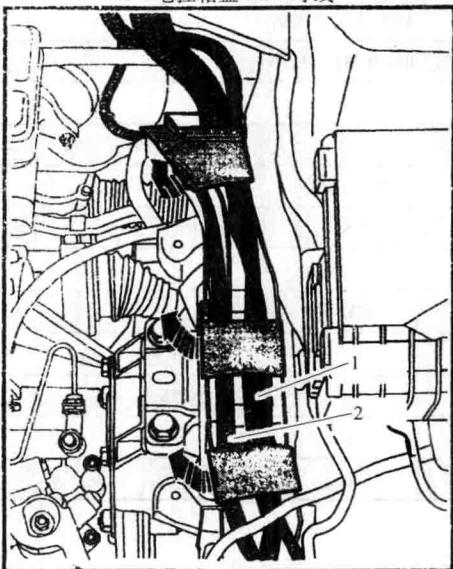

图 1-2 松开导线束的固定架
- 8) 如图 1-2 所示，松开导线束的固定架，并向上拔出。